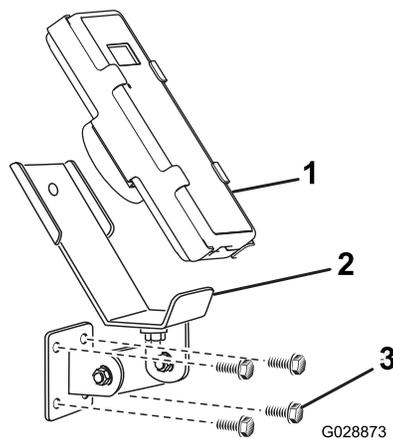
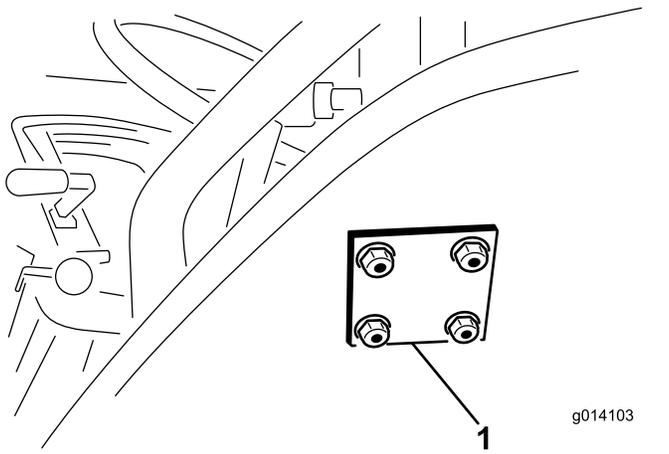

图 10
图 11
3. 用 4 个凸缘头螺栓 5/16 x 1-1/2 英寸和凸缘锁紧螺母连接安装支架和支撑板图 10和图 11。